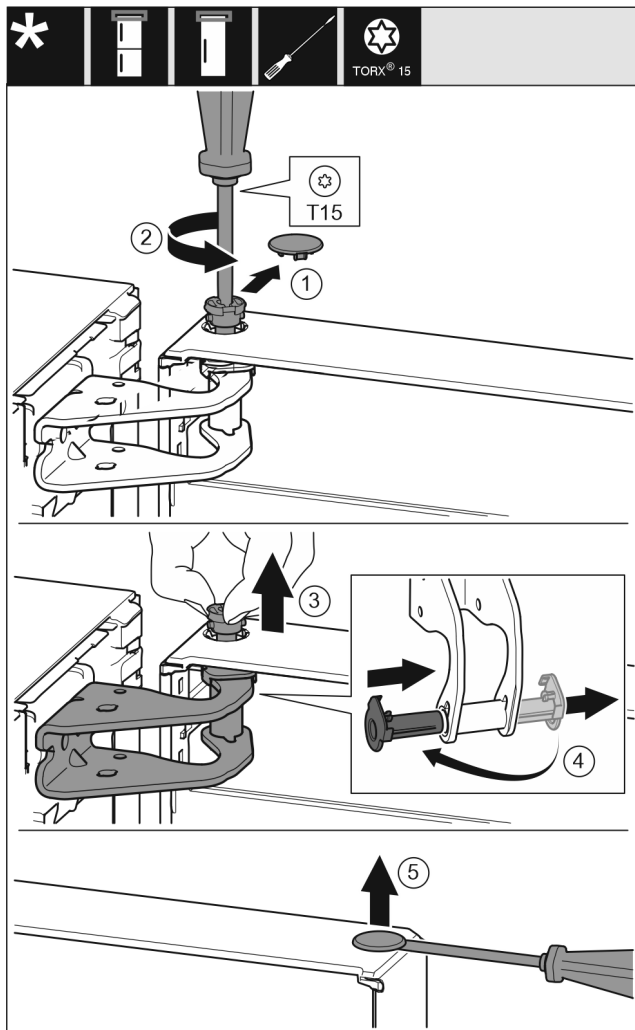

Fig. 12
- Desprindeți cu precauție apărătoarea siguranței. Fig. 12 (1)
- Extrageți puțin bolțul prin rotire cu șurubelnița T15. Fig. 12 (2)
- Țineți ferm ușa și extrageți bolțul cu degetele. Fig. 12 (3)
- Extrageți cuzinetul din ghidaj. Introduceți din partea opusă și fixați în poziție. Fig. 12 (4)
- Ridicați cu precauție dopul din cuzinetul ușii cu o șurubelniță plată și extrageți-l. Fig. 12 (5)